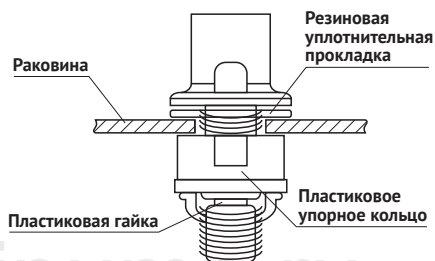

Рис. 3.
3. Установите кран в отверстие раковины, поставьте уплотнительную прокладку, упорное кольцо и закрепите кран снизу при помощи пластиковой гайки (рис. 3). Гайка должна быть затянута плотно, но не перетянута.